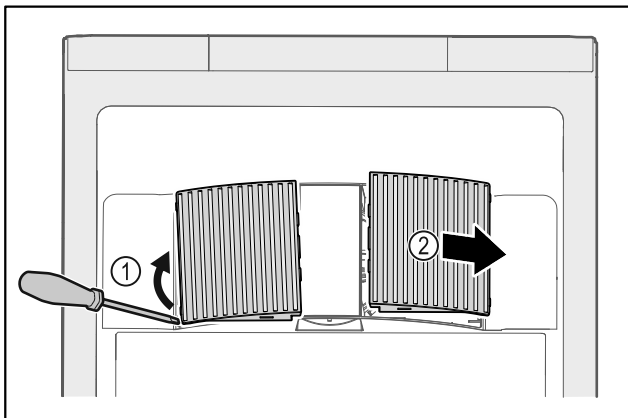

Fig. 173
- ▶ Осторожно подденьте крышки вентилятора сбоку Fig. 173 (1) и снимите их движением вперед Fig. 173 (2).